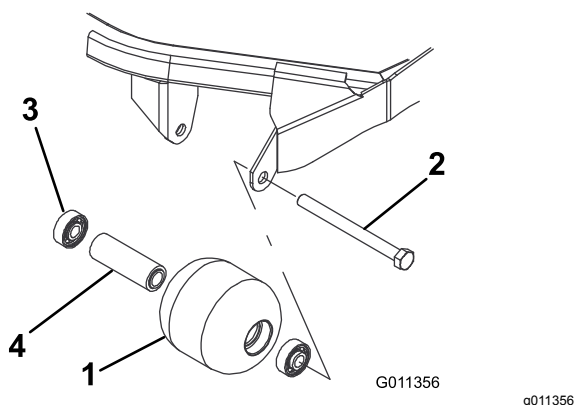

Figura 86
1. Rimuovete il bullone di montaggio del rullo (Figura 86).
1. Montate il primo cuscinetto premendolo nell'alloggiamento all'interno del rullo (Figura 86). Premete soltanto sulla pista esterna o, in misura uguale, sulla pista interna ed esterna.
2. Inserite il distanziale (Figura 86).
3. Spingete il secondo cuscinetto nell'alloggiamento all'interno del rullo (Figura 86) premendo in misura uguale sulla pista interna ed esterna, fino a quando la prima pista non tocca il distanziale.
4. Verificate la presenza di eventuali danni sull'alloggiamento, sui cuscinetti e sul distanziale del cuscinetto del rullo (Figura 86).